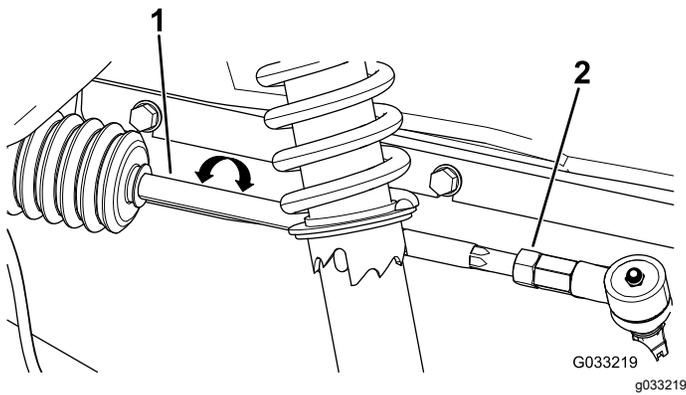

Bild 44
3. Wenn der Wert nicht zwischen 0-6 mm liegt, lösen Sie die Klemmuttern am äußeren Ende der Spurstangen (Bild 44).